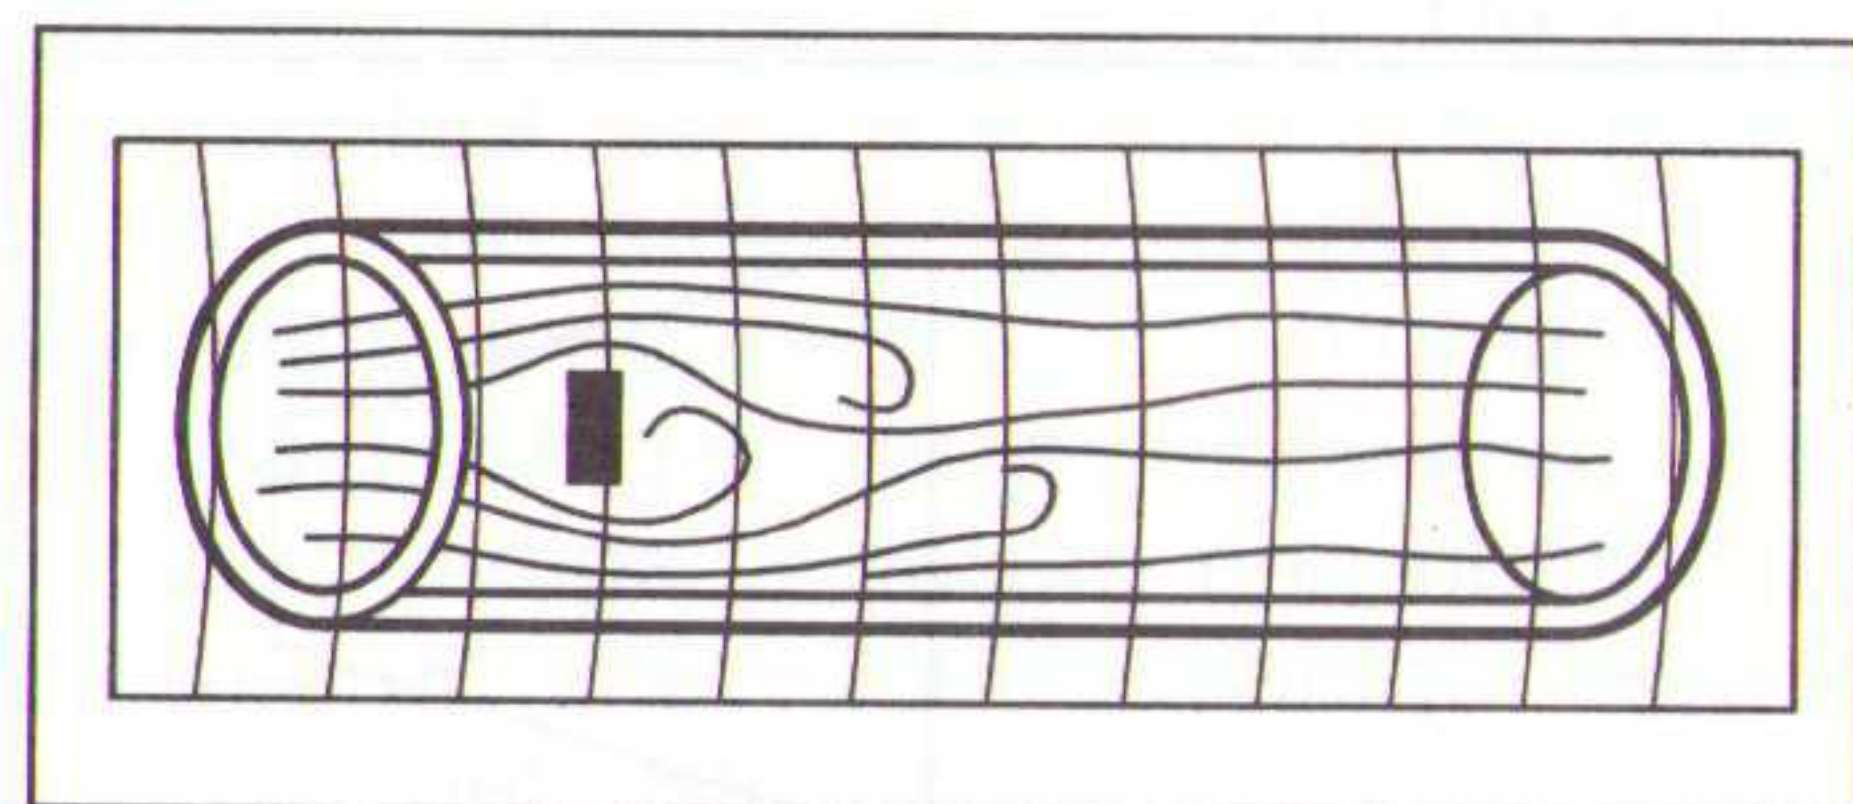

Fig. 14 Stromingsruis.
- Stromingsruis (fig. 14); dynamische vloeistofruis, dat in een vloeistofstroming opgewekt kan worden door pompen, kleppen en scherpe bochten in een leiding, kunnen interfereren met de wervelfrequentie. Gehele of gedeeltelijke eliminatie van het af te nemen signaal kan het gevolg zijn.